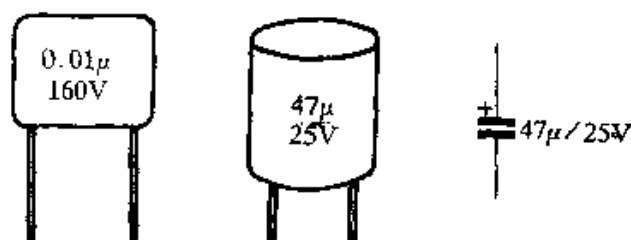

图 2-41
② 耐压是电容器的另一个主要参数,表示电容器在连续工作中所能承受的最高电压。耐压值一般直接印在电容器上,也有一些体积很小的小容量电容器不标示耐压值。电路图中对电容器耐压的要求一般直接用数字标出,见图 2-41。电路图中不作标示的可根据电路的电源电压选用电容器。使用中应保证加在电容器两端的电压不超过其耐压值,否则将会损坏电容器。